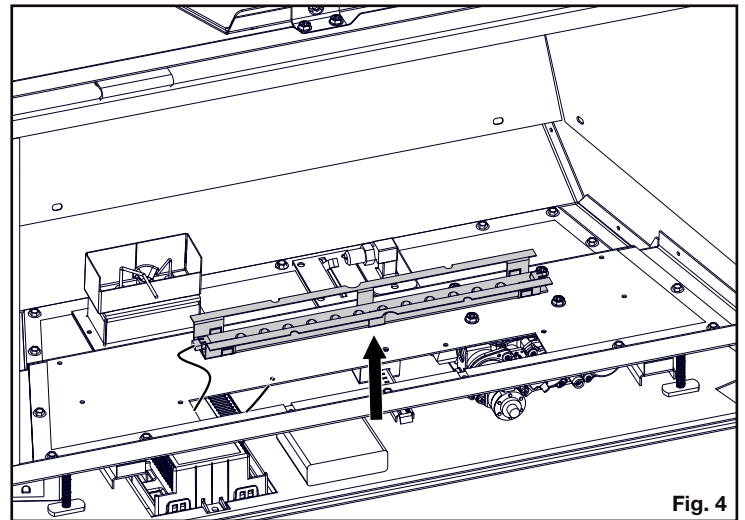

Fig. 4
- ☐ 7. Retirez la bande de DEL et le support, en vous assurant de ne pas tirer sur le fil (**Fig. 4**).